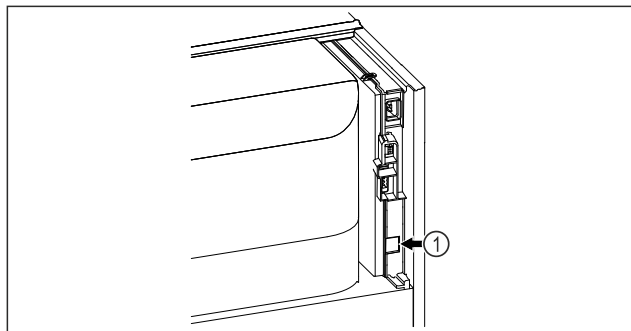

Fig. 144
- SmartModule Fig. 144 (1) 已使用。